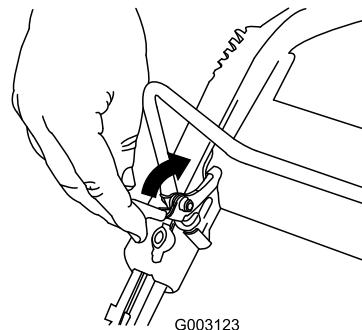

Figura 18
1. Tire hacia atrás del mecanismo de bloqueo de la barra de control (Figura 18).